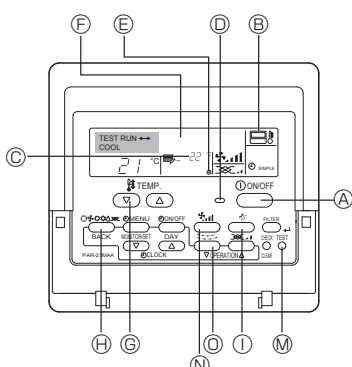

Fig. 7-1
7.2.1. ใช้รีโมทคอนโทรลแบบมีสาย (Fig. 7-1)